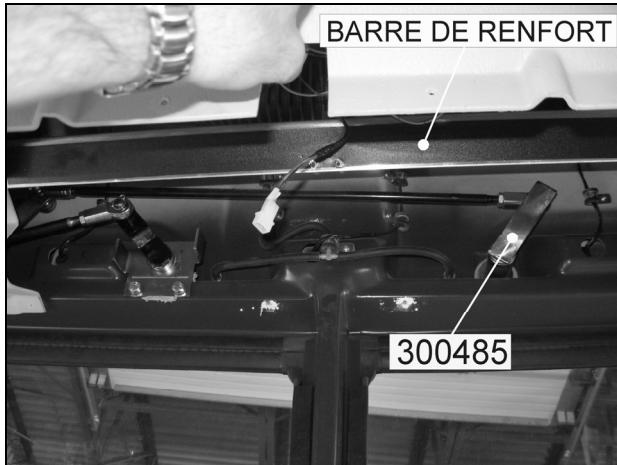

FIGURE 3
5. Tirer sur le panneau de finition central avant afin d'accéder à l'axe de pivot droit (300485) (Fig. 3).
6. Faire sauter les rivets de la barre de renfort et la pousser de côté (Figure 3).